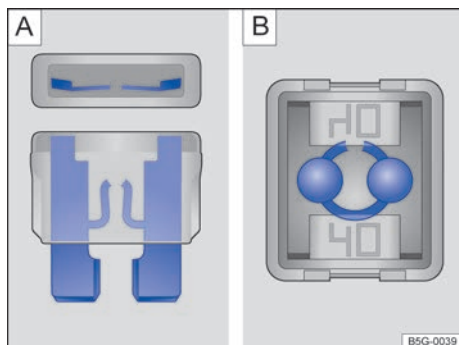

Fig. 305 Fusible fundido:  Fusible enchufable plano.  Fusible tipo bloque.
- Un *fusible enchufable plano* (ATO®, MINI®) fundido se reconoce por la tira de metal quemada visible desde arriba y desde los laterales a través de la carcasa transparente → fig. 305 .
- Un *fusible tipo bloque* (JCASE®) fundido se reconoce por la tira de metal quemada visible desde arriba a través de la carcasa transparente → fig. 305 .